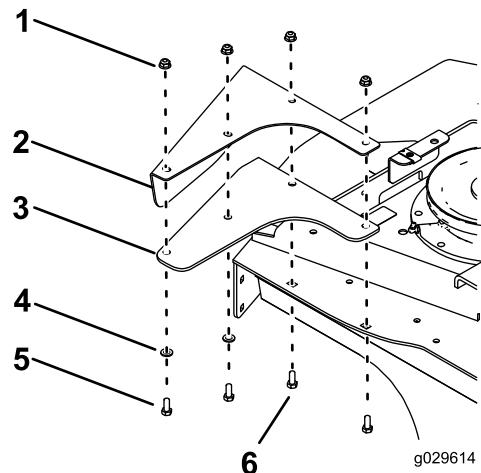

Bild 13
8. Befestigen Sie das linke Fußschutzblech und ein Ablenkblech mithilfe von 2 Schlossschrauben (5/16" x 7/8"), 2 Schlossschrauben (5/16" x 3/4"), 2 Scheiben und 4 Muttern (5/16"), mit der Oberseite und Seite des Mähwerks wie in Bild Bild 13 gezeigt.